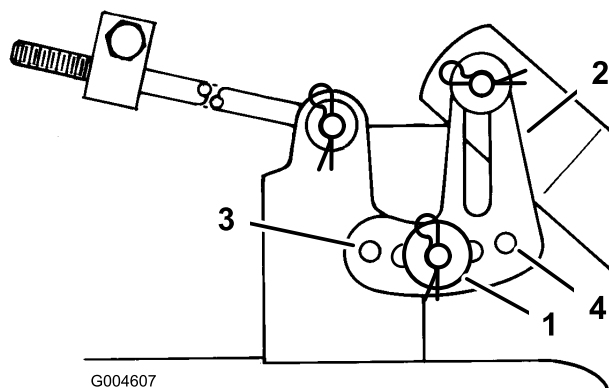

Bild 45
11. Fjern låseclipsen og skiven fra nivelleringsbeslaget (Bild 45).
12. Placer nivelleringsbeslaget i et andet hul, og monter skiven og låseclipsen (Bild 45).